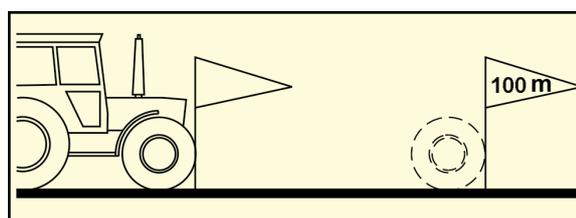

Fig. 33
1. Medir en la parcela, un trayecto de medición de 100 m exactos. Marcar el punto de partida y de llegada de dicho trayecto de medición (Fig. 33).